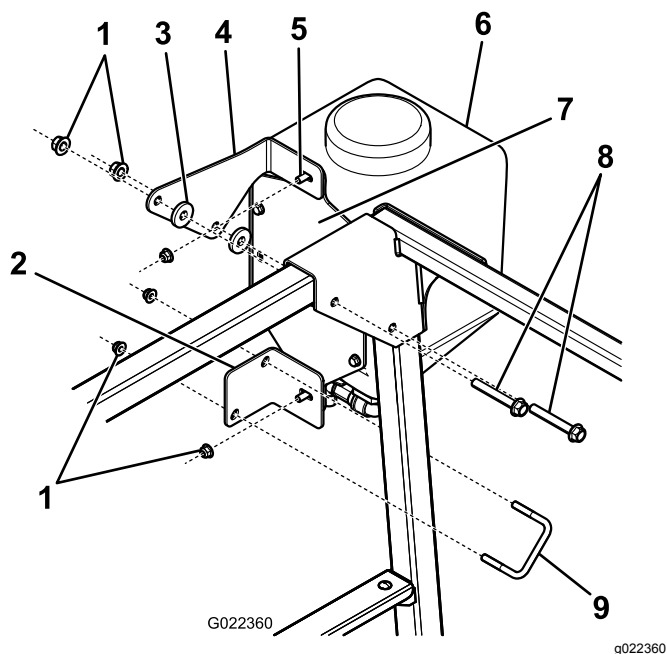

図 25
1. 真水タンク上側取り付けマウントおよび下側取り付けマウントを真水タンクに取り付けるフランジヘッドボルト2本とフランジナットを使用する(図 25)。
2. 真水タンク用上側取り付けマウントを ROPS に取り付けるワッシャ2枚と既存のボルト・ナットを使用する(図 25)。
3. 真水タンク下側取り付けマウントを ROPS に固定するUボルトとフランジナット2個を使用する(図 25)。